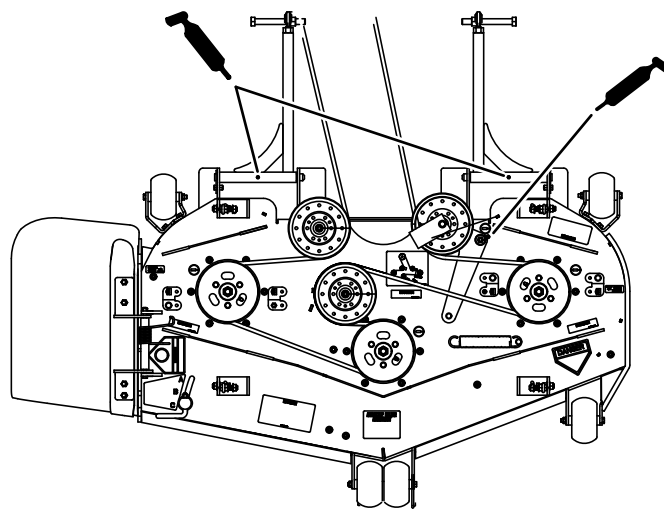
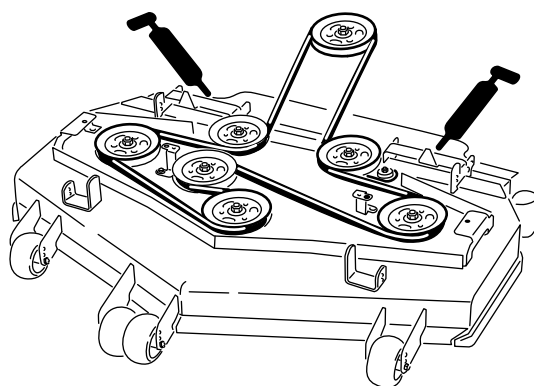

Figure 50
Figure 51
6. Graissez le bras de la poulie de tension sur le plateau de coupe (Figure 50).
7. Lubrifiez les graisseurs des bras de poussée (Figure 50 ou Figure 51).